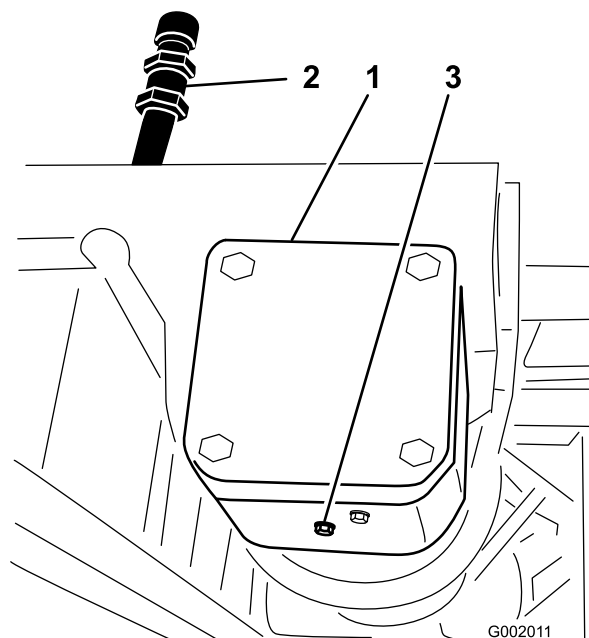

図 69
2. ドレン・プラグの下にオイルを受ける容器をおく（図 69）。
3. 補給口プラグとドレン・プラグを取り（図 69）、排出されるオイルを容器で回収する。